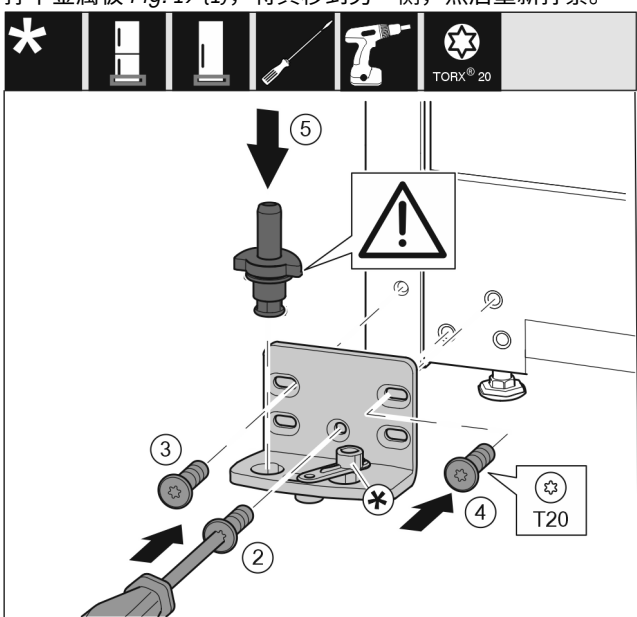

Fig. 20
- 将托架安装到另一侧，并借助螺丝刀旋紧。用螺钉 Fig. 20 (2) 从底部的中心开始。
- 拧紧螺钉 Fig. 20 (3) 和螺钉 Fig. 20 (4)。
- 将轴承螺栓 Fig. 20 (5) 完全装入。同时注意止动凸轮需指向后方。